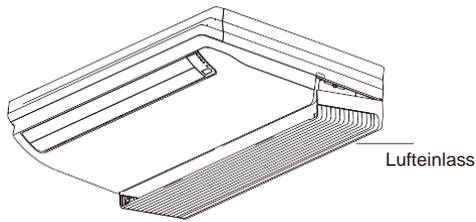

Abb. E1
1. Öffnen Sie den Lufteinlass (siehe Abb. E1).